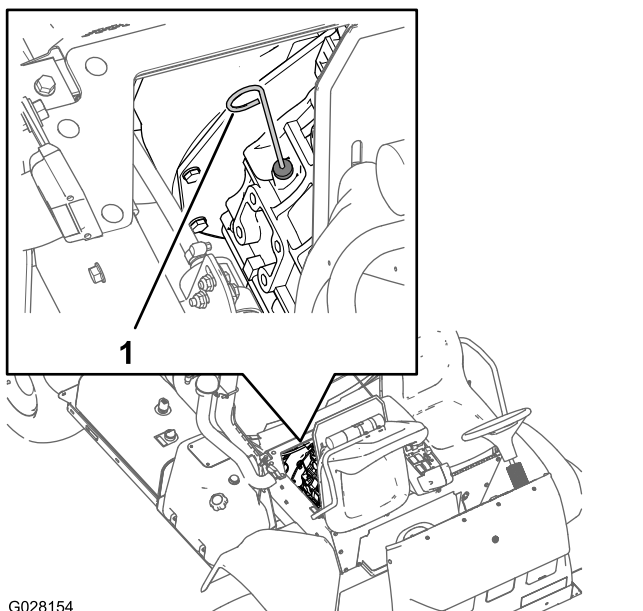

图53
6. 取出量油尺并检查发动机中的机油油位（图53）。
7. 慢慢注入规定油量的剩余部分，使油位达到量油尺上的“已满”标记处（图53）。